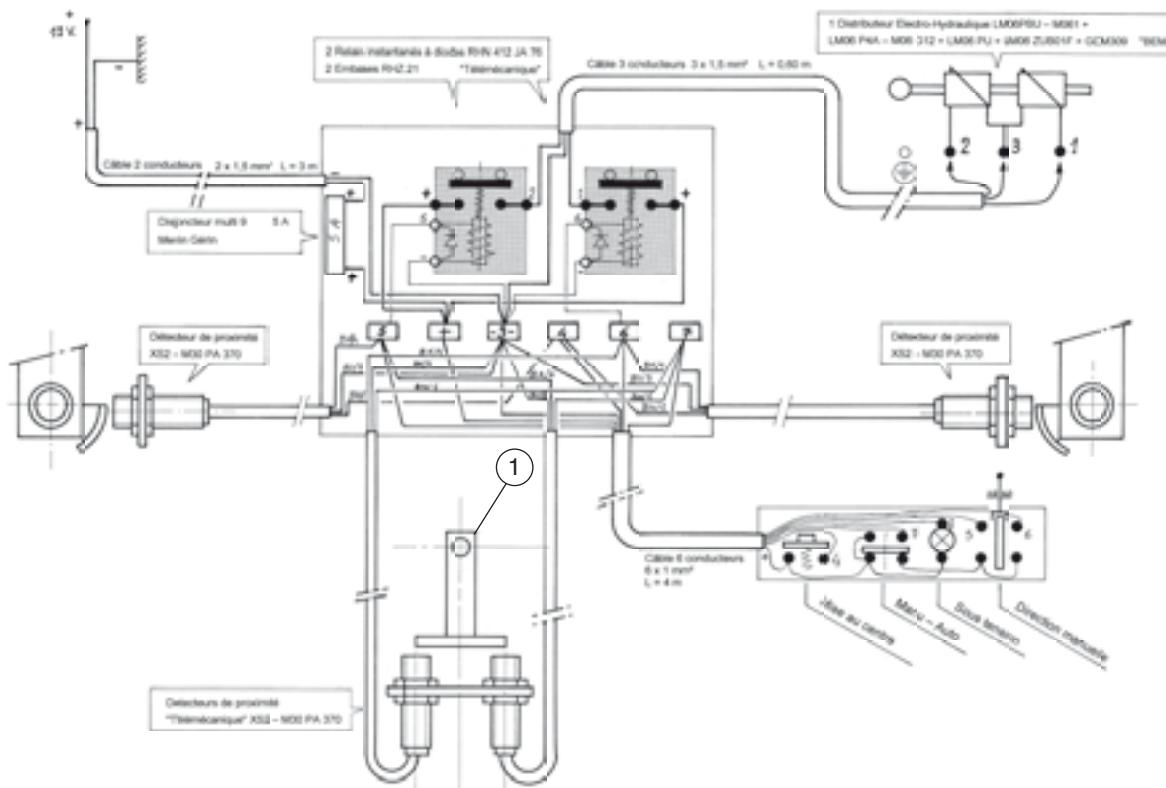

Fig. 98
Les 4 détecteurs de proximité sont réglés d'usine. Si la came de commande ① Fig. 98 - 88 se déplace, ou si un détecteur se désolidarise de son support, procéder aux réglages. Bineuse attelée au tracteur et relevée, mettre sous tension seulement (12V) (pas sous pression hydraulique). Position "auto", déplacer la roue de guidage ② d'environ 3 cm, on doit apercevoir sur le détecteur, à l'arrière, un led rouge qui s'allume, et le tiroir du distributeur hydraulique se déplace. Faire l'essai ensuite de l'autre côté. Fig. 95, option siège arrière pour guidage manuel ou contrôle.
Die Näherungsschalter werden in der Fabrik eingestellt. Die Einstellungen sind vorzunehmen, wenn der Steuerungsnocken ① Abb. 98 - 88 sich bewegt oder wenn ein Fühler sich von seiner Stütze los geht. Hackmaschine an den Schlepper anbauen und hochstellen. Dann sie nur einschalten (12 V) - kein Hydraulikdruck ! Stellung "Auto" : das Führungsrad ② etwa 3 cm bewegen. Auf dem Fühler hinter sollte eine rote LED-Diode aufleuchten. Der Schieber des hydraulischen Verteilers versetzt sich. Der Versuch sollte dann auf der anderen Seite durchgeführt werden. Abb. 95 Option Hintersitz für manuelle Führung oder Kontrolle.
The 4 proximity detectors are pre-set in our factory. If the control cam ① Fig. 98 - 88 moves, or if a detector is disconnected from its support, make the necessary adjustments. Cultivator hitched to the tractor, and raised, charge only (12 V) (no oil pressure). "Auto" position, move the guiding wheel ② about 3 cm, we should see on the detector, at the rear, a red led lights up, and the drawer of the hydraulic distributor is moving. Then test the other side. Fig.95, option rear seat for manual guiding or control.
4 dettatori di prossimità sono stati aggiustati alla fabbrica. Procedere agli aggiustamenti se la camma di comando ① Fig. 98 - 88 si sposta o si un detettore si stacca dal suo supporto. Accoppiata la sarchiatrice al trattore e sollevata, mettere sotto tensione (12 V) (non sotto pressione idraulica). Posizione "auto": spostare la ruota di guida ② circa 3 cm: allora si deve vedere sul detettore indietro una spia led rossa che si accende. Il cassetto del distributore idraulico si sposta. Poi fare la prova all'altra parte. Fig. 95, opzione sedile posteriore per guida manuale o controllo.